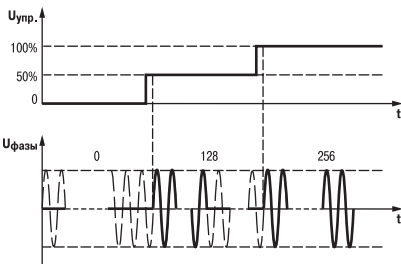

Рис. 7
3.2.2. Метод, при котором управляющий сигнал определяет число пропускаемых в нагрузку целых полупериодов, от 0 до 256 (рис. 7). При этом методе уровень помех, создаваемый при регулировании мощности, минимален.